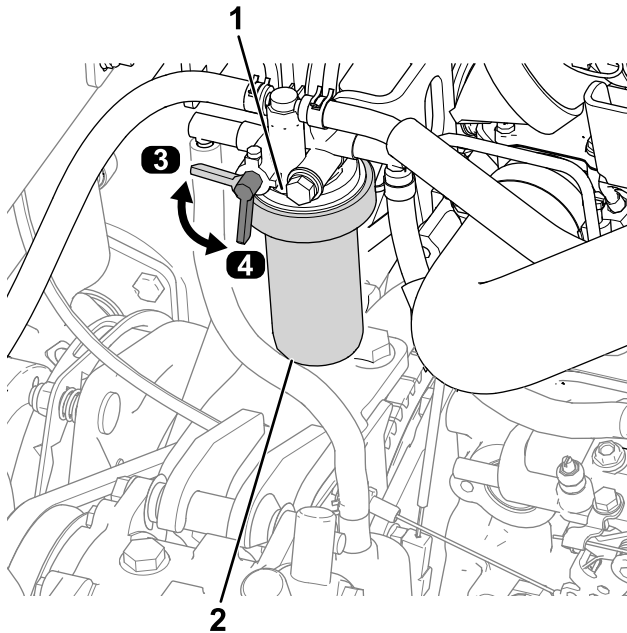

Bild 60
1. Drehen Sie den Kraftstoffhahn in die AUS-Stellung (Bild 60).
2. Reinigen Sie den Bereich um den Kraftstofffilterkopf (Bild 60).
3. Entfernen Sie den Filter und reinigen die Kontaktfläche (Bild 60).
6. Drehen Sie den Kraftstoffhahn in die EIN-Stellung (Bild 60).